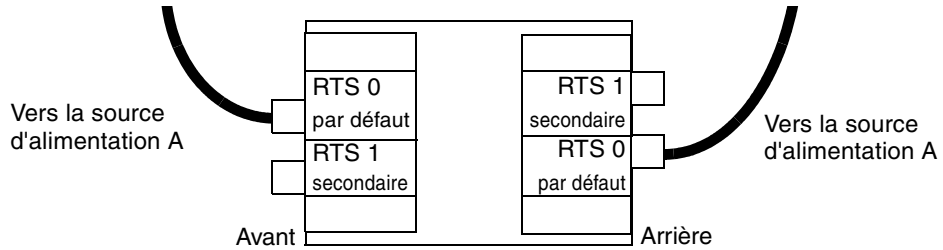

FIGURE 3-3 Deux unités RTU et une source d'alimentation en courant alternatif
- Dans une configuration avec deux unités RTU et une source d'alimentation en courant alternatif, vous devez connecter deux câbles : un à l'avant (à gauche) et un à l'arrière (à gauche également) du système (FIGURE 3-3).